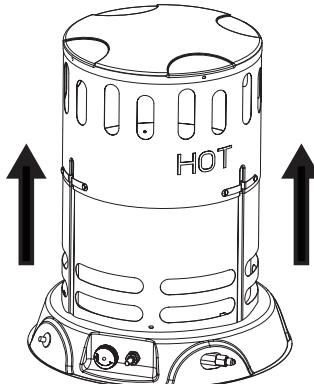

Figure 2
2. Soulevez directement la coque extérieure. Protégez-vous bien les mains avant de soulever la coque. (Voir Figure 2)